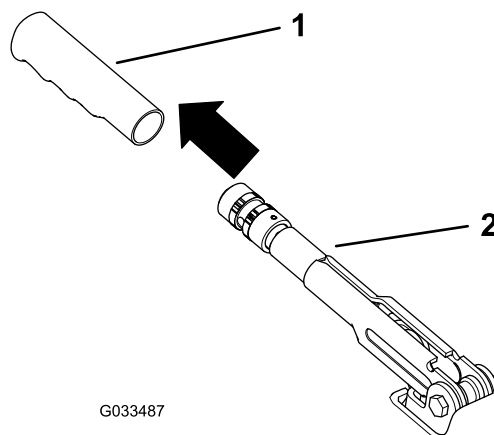

Figura 56
1. Scoatei capul de prindere din cauciuc de pe maneta frânei de parcare (Figura 56).
5. Montai capul de prindere la maneta frânei de parcare (Figura 56).